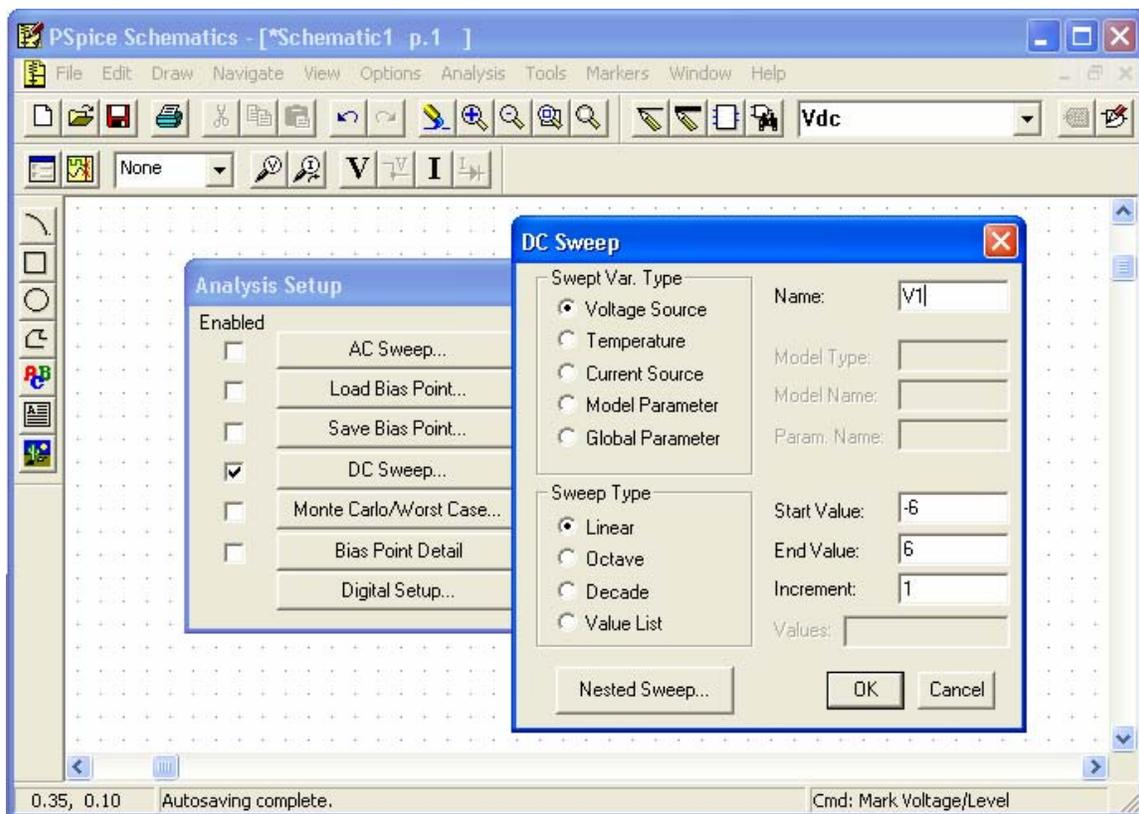

Figure 1.11: Boîte de dialogue DC Sweep pour spécifier la variation de la tension de la source.
- Cliquer sur le bouton *DC Sweep* et attribuer les valeurs selon la figure 1.11 :